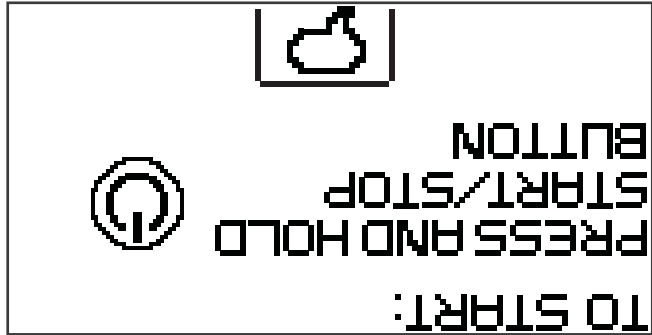

Figure 5-6
7. Pour mettre la tondeuse en marche, appuyez sur le bouton de mise en marche/arrêt sans le lâcher. Voir la Figure 5-6.